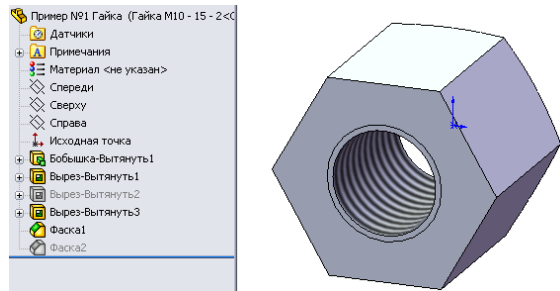

Рисунок 8.23 - Погашено элемент «Фаска2»
6. Аналогічним чином погасимо елемент **«Фаска2»** (рис. 8.23).